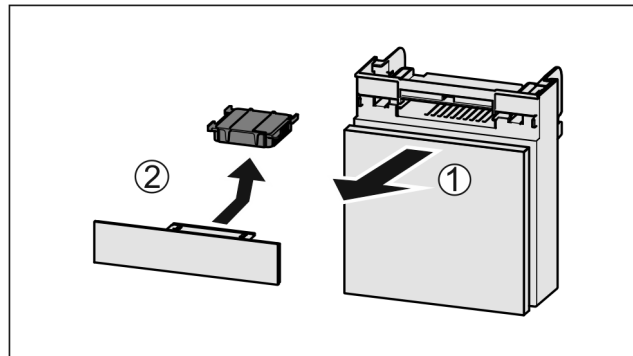

Fig. 83
- ▶ Издърпайте Fig. 83 (1) напред от отделениято.
- ▶ Извадете Fig. 83 (2) филтър с активен въглен.